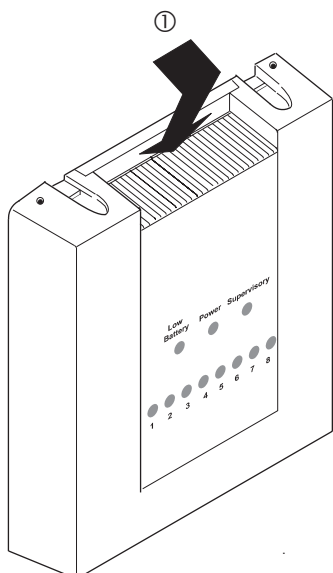

Figure 6. Retrait du cache du récepteur
1. Retirez le cache du récepteur en appuyant sur la partie centrale supérieure (voir Figure 6).